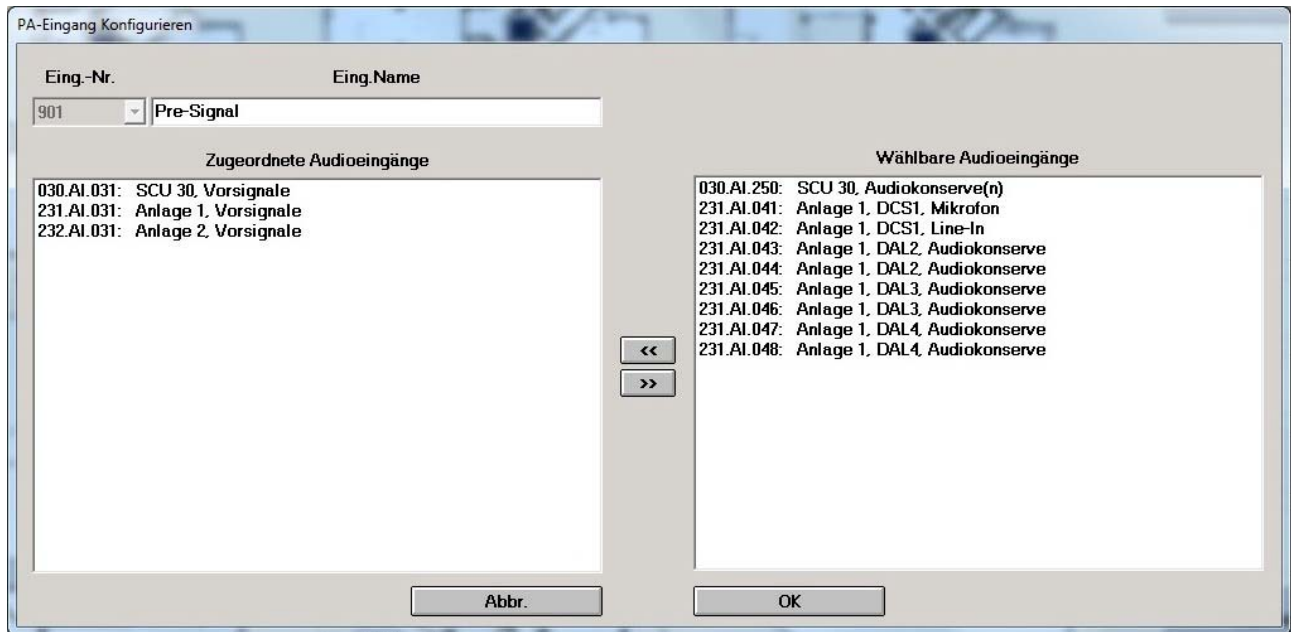

Abb. 17: Popup-Dialog zum Konfigurieren eines PA-Eingangs
- Anklicken der Taste „Ändern“. Ein Dialog zum Ändern des gewählten PA-Eingangs wird geöffnet (siehe Abb. 17). Dieser Dialog entspricht dem zum Anlegen eines neuen PA-Eingangs (siehe Kap. 4.5.1). Die Eingangs-Nr. ist nicht editierbar, und nach Öffnen des Dialogs wird die aktuelle Konfiguration des dieser Nummer zugeordneten PA-Eingangs angezeigt.